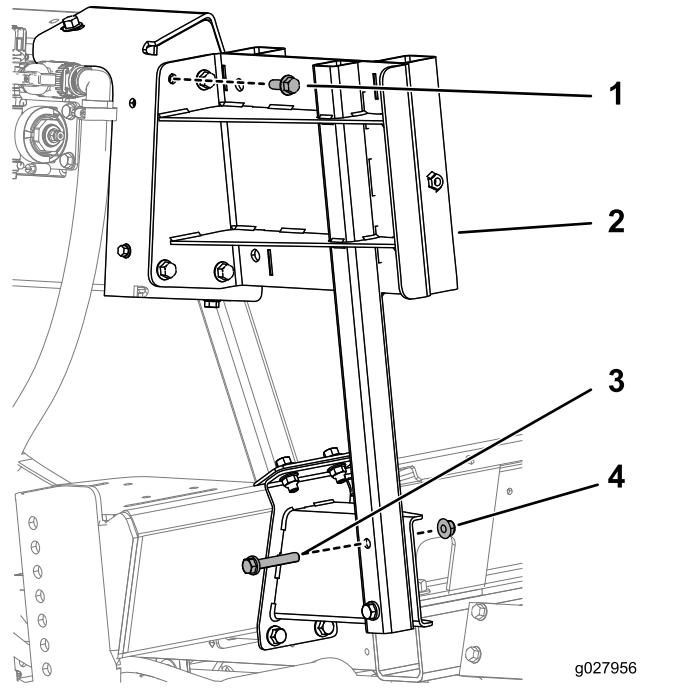

图 13
4. 如图 13 中所示使用 4 个螺栓 $\frac{3}{8}$ 英寸 - 16 x 1 英寸、2 个螺栓 $\frac{3}{8}$ 英寸 - 16 x 2 $\frac{1}{4}$ 英寸和 6 个凸缘螺母 $\frac{3}{8}$ 英寸 - 16 英寸将软管卷架支撑托架固定到上下支架上。